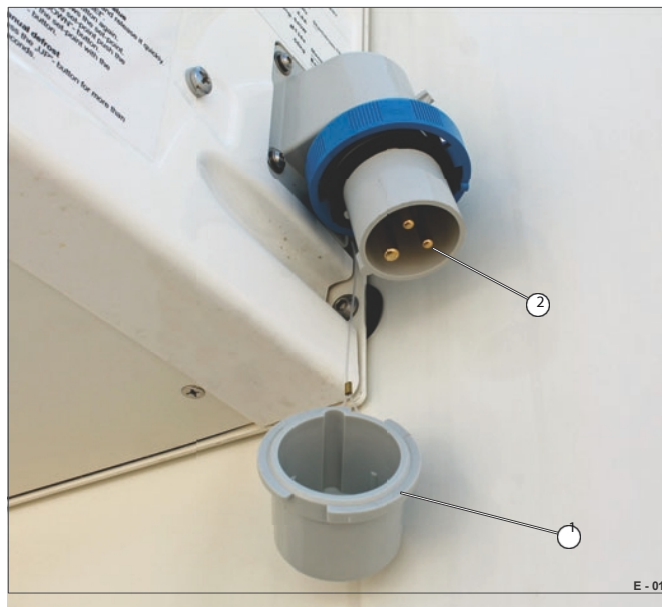

Fig. 12 Nätanslutning öppen
- Kontrollera att kontakterna (Fig. 12/2) inte är skadade/våta - rengör vid behov.
- Kåpan (Fig. 12/1) hänger säkert på plats.